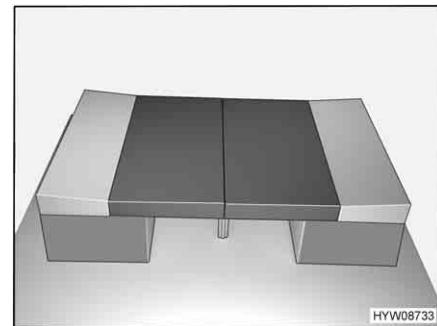

Fig. 66 Dopo la trasformazione
- Sistemare il cuscino del sedile e dello schienale come illustrato nella Fig. 66.